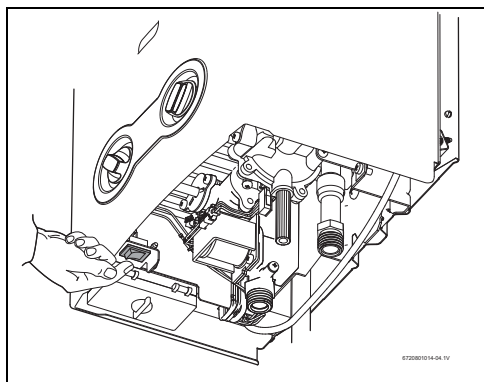

Fig. 6 Botón ON/OFF
- ▶ Coloque el interruptor principal (→ Fig. 6) en posición de funcionamiento.